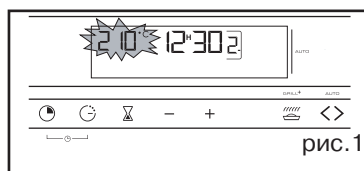

рис.1
- Выберите режим приготовления и настройте температуру (рис.1).